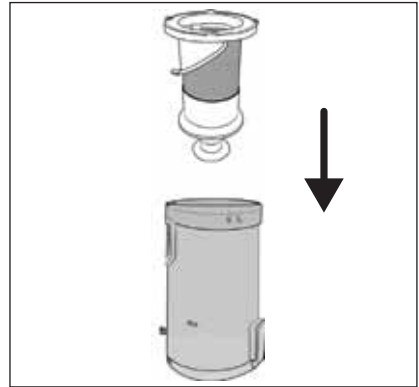

Abb. 21
- 6) Setzen Sie den Edelstahlfilter **5** in den Staubbehälter **6** ein und drücken Sie ihn ganz nach unten (siehe Abb. 21). Achten Sie dabei auf die unterschiedlich großen Arretierungen am Edelstahlfilter **5**. Der Edelstahlfilter **5** kann durch diese Arretierungen nur in einer Position in den Staubbehälter **6** eingesetzt werden.